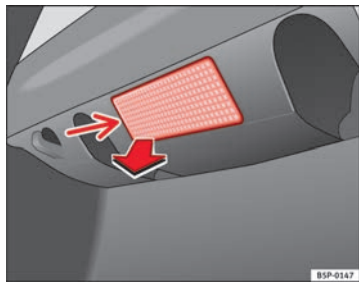

Abb. 171 Gepäckraumbeleuchtung
- Das Lampenglas der Glühlampe durch Druck mit einem Schraubendreher auf dessen Unterkante -Pfeil- abnehmen ⇒ Abb. 171.